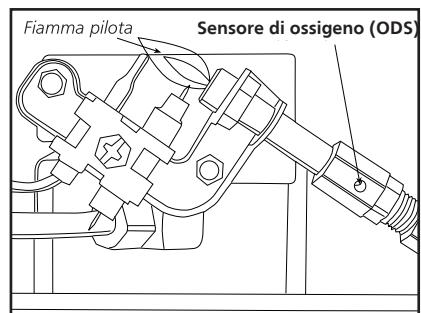

Figura 6
Ispezionare visivamente la fiamma pilota e il bruciatore periodicamente durante l'utilizzo. La fiamma pilota deve essere di colore blu (non giallo) ed estendersi oltre la termocoppia. La fiamma circonda la termocoppia proprio sotto la punta, vedere Figura 6.
- 3 Rimuovere quattro (4) viti che assicurano la copertura posteriore alla stufa.
- 5 Rimuovere quattro (4) viti di sostegno del bruciatore e la linea del combustibile dall'unità bruciatore. Rimuovere l'unità bruciatore dal retro dell'alloggiamento.
- 7 Ispezionare e pulire il foro del bruciatore principale (filettato nel supporto del foro). Il supporto del foro è collegato al tubo di Venturi dell'unità bruciatore con due (2) viti.
- 8 Ispezionare e pulire il pilota (montato su una staffa) utilizzando un'aspirapolvere o applicando pressione d'aria attraverso i fori nel pilota indicati dalle frecce nella Figura 6.